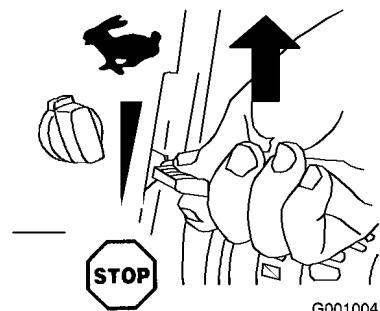

Figure 19
2. Placez la manette d'accélérateur en position haut régime (Figure 19).